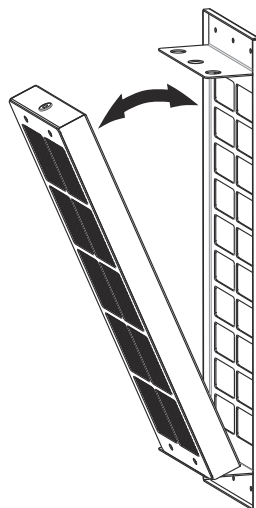

Fig. 8
3. ➔ Tag kulfilteret ud af rammen som vist på (Fig. 8).